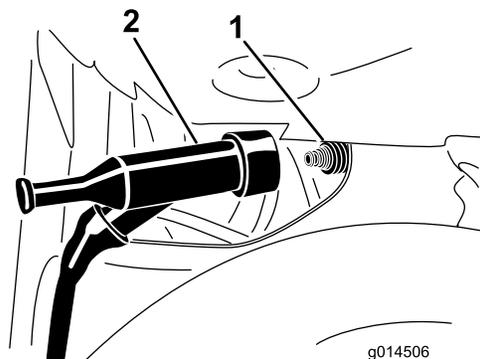

Figura 54
3. Desconecte el cable de la bujía del terminal de la bujía (Figura 54).
4. Conecte el cable de la bujía a presión en el terminal de la bujía (Figura 54).